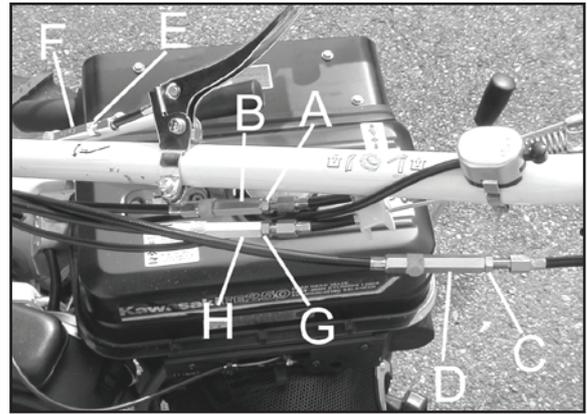

Figura 16
- Se a máquina não se mexe ou a correia da transmissão escorrega quando a alavanca de transporte é pressionada, ajuste o fio de tensão como segue: solte o parafuso de trava (A figura 16) e aperte a porca B. tente mexer a máquina de novo. Realize o ajuste de novo se é necessário. Quando o ajuste seja realizado, aperte a porca de trava A na porca B.
- Se a máquina se mexer quando a alavanca de transporte é liberada, ajuste o fio de tensão como segue: solte o parafuso de trava (B figura 16) e solte a porca B. tente parar a máquina de novo. Realize o ajuste de novo se é necessário. Quando o ajuste seja realizado, aperte a porca de trava A na porca B.
- Se a lâmina não para quando a embreagem da lâmina é liberada, ajuste o fio de tensão como segue: solte o parafuso de trava (A figura 16) e solte a porca B. tente parar as lâminas de novo. Realize o ajuste de novo se é necessário. Quando o ajuste seja realizado, aperte a porca de trava A na porca B.
Se a lâmina não se mexe quando a embreagem da lâmina é pressionada, ajuste o fio de tensão como segue: solte o parafuso de trava (A figura 16) e depois aperte a porca B. Tente acionar as lâminas de novo. Realize o ajuste de novo se é necessário. Quando o ajuste seja realizado, aperte a porca de trava A na porca B.
- Se a máquina se mexe quando a alavanca de freio está ativada e travada (figura 16) (1, figura 13), ajuste o fio de tensão como segue: solte a porca de trava G e aperte a porca H para aumentar a tensão do fio. Pressione a alavanca de novo e tente mexer a máquina. Se a máquina freia corretamente, aperte a porca de trava. Se a máquina ainda se mexe, aperte a porca H de novo. Se o ajuste não é eficiente, contate o seu revendedor para checar e substituir as pastilhas de freio se é necessário.